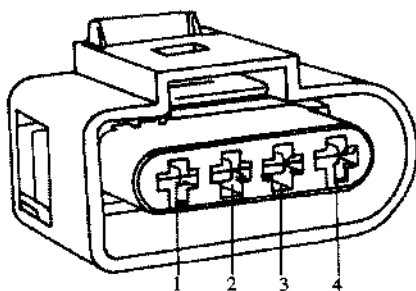

图 2.42 点火线圈插头
② 如图 2.42 所示, 用万用表测量线束端插头端子 2 (电源端) 和 4 (搭铁端) 之间的电压(奥迪 APS 和 ATX 发动机为端子 1 和端子 2, 端子 1 为电源端, 端子 2 为搭铁端)。打开点火开关, 其电压值应为蓄电池电压, 然后关闭点火开关。如果没有电压, 按照电路图分别检查端子 2 (奥迪 APS 和 ATX 发动机为端子 1) 与中央继电器盒、端子 4 (奥迪 APS 和 ATX 发动机为端子 2) 与搭铁之间有无断路, 导线电阻值最大为 1.5Ω 。
③ 若电压正常, 按照电路图, 检查功率放大器线束端插头至发动机控制单元对应连接端子之间的导线是否导通, 其导线电阻最大值为 1.5Ω 。
④ 若线路正常, 检查功率放大器的动作。
① 拔下点火线圈及功率放大器的 4 针插头,如图 2.42 所示。
② 检查线束端插头端子 2(功率放大器接地端)与车身搭铁之间是否断路或对正极短路,如需要,排除断路或短路处。
③ 检查线束端插头端子 4(点火线圈接地端)与发动机搭铁之间是否断路或对正极短路,